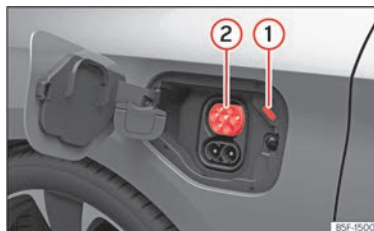

Abb. 58 Hinter der Batterieladeklappe vorn links: Ladedose
»» (Abb. 58)
Die LED (Ladevorgangsanzeige) an der Ladedose blinkt oder blitzt weiß »» (Abb. 58) ① »» S. 88.